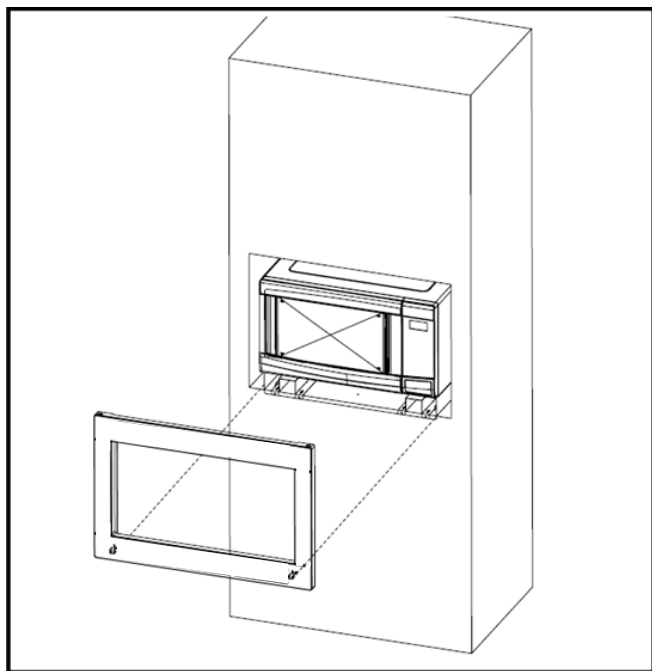

Ilustración 7
1. Coloque el MONTAJE DEL MARCO para que cuadre con el horno. Coloque el marco cuidadosamente sobre el mismo. Consulte la Ilustración 7.